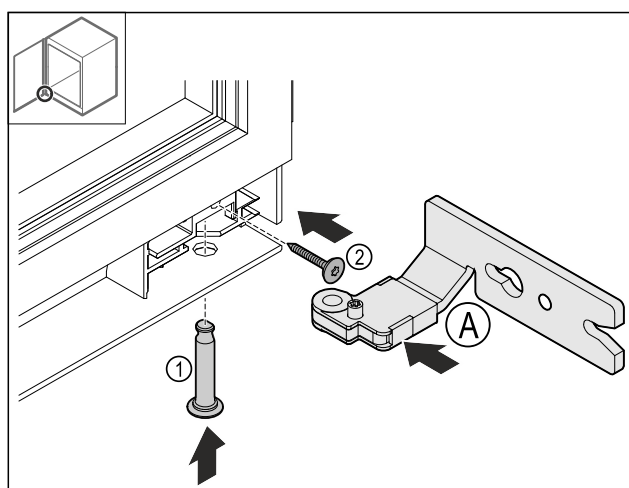

Fig. 23
- Installer la charnière inférieure Fig. 23 (A).
- Insérer et maintenir le boulon Fig. 23 (1).
- Visser la vis Fig. 23 (2).